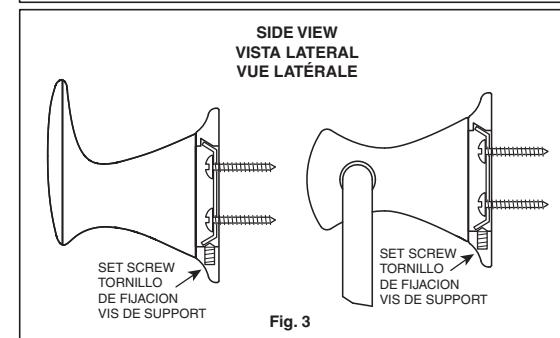

Fig. 3
- Afloje el tornillo de fijación en la base del poste de ser necesario para que se ajuste sobre la placa de montaje de pared. Deslice el conjunto sobre la placa de montaje con el tornillo de fijación hacia abajo, **Fig. 3**. El conjunto debe engancharse sobre la placa de montaje. Introduzca hasta que esté a ras con la pared y apriete el tornillo de fijación.
- Si nécessaire, dévissez le vis de support située dans le bas du support pour que le tout s'emboîte bien sur le fixation au mur. Insérez l'assemblage du début sur le fixation au mur en prenant soin que le vis soit vers le bas, **Fig. 3**. Le support doit pouvoir s'accrocher sur le fixation. Poussez pour que le tout soit bien aligné contre le mur et resserrez le vis de support.
- Unscrew the set screw at the base of the post if necessary to fit the unit over the wall mounting bracket. Slip the unit over the mounting bracket with the set screw at the bottom, **Fig. 3**. The unit must hook over the mounting bracket. Push flush with the wall and tighten the set screw.